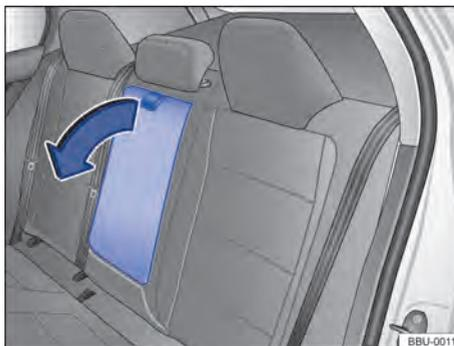

Fig. 83 Descansa-braço central traseiro rebatível.
- Para **rebaatar para frente**: puxar a alça no sentido da seta → Fig. 83.
- Para **rebaatar de volta**: rebaatar o descansa-braço central no sentido contrário ao da seta → Fig. 83 para cima e pressionar para dentro do encosto do banco até o batente.